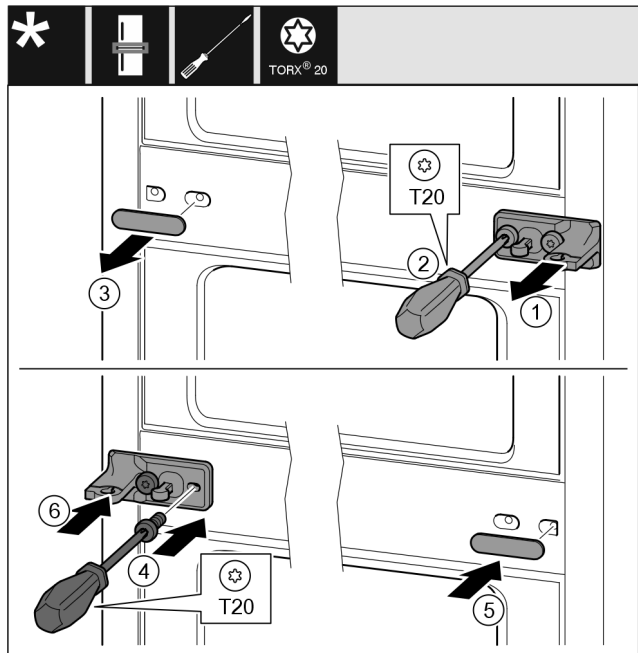

Fig. 10
- ▶ Αφαιρέστε τη ροδέλα. Fig. 10 (1)
- ▶ Ξεβιδώστε τις βίδες με κατσαβίδι T20. Fig. 10 (2)
- ▶ Τραβήξτε προσεκτικά έξω το κάλυμμα. Fig. 10 (3)
- ▶ Βιδώστε το στήριγμα με τη μεμβράνη περιστρέφοντάς το 180° στην άλλη πλευρά. Fig. 10 (4)
- ▶ Εφαρμόστε το κάλυμμα περιστρέφοντας το κατά 180° στην άλλη πλευρά. Fig. 10 (5)
- ▶ Περάστε τη ροδέλα από μπροστά. Fig. 10 (6)